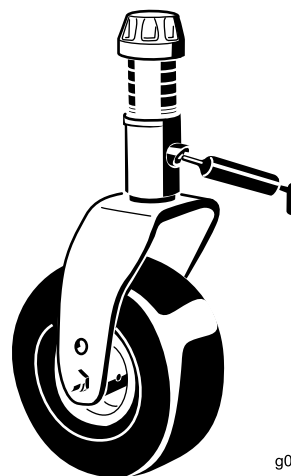

図 15
- ・ キャスタ・フォークのシャフトのブッシュ (2ヶ所) (図 15)